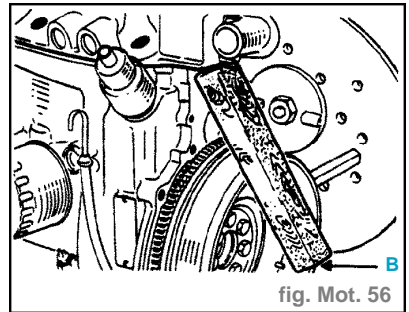

fig. Mot. 56
- Ne pas faire pivoter la culasse, frapper en (B), après avoir interposé une cale en bois (fig. Mot. 56).